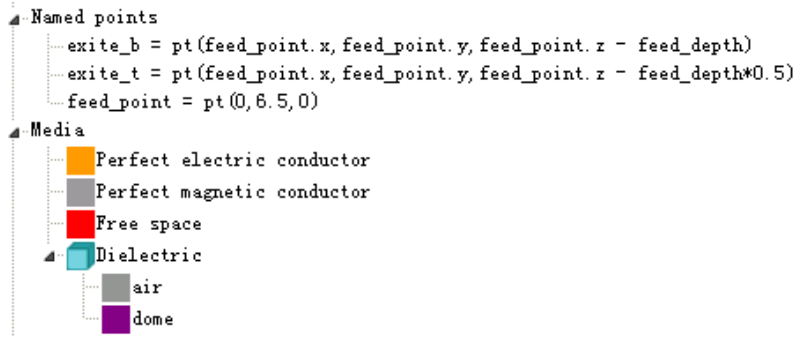
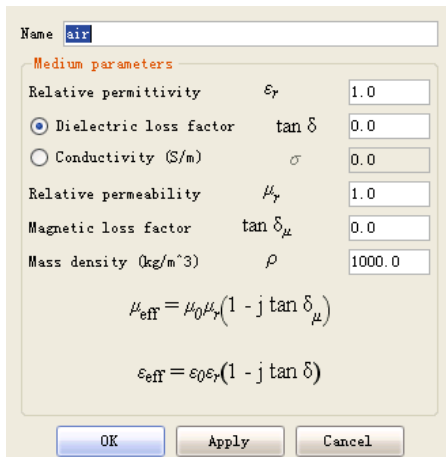
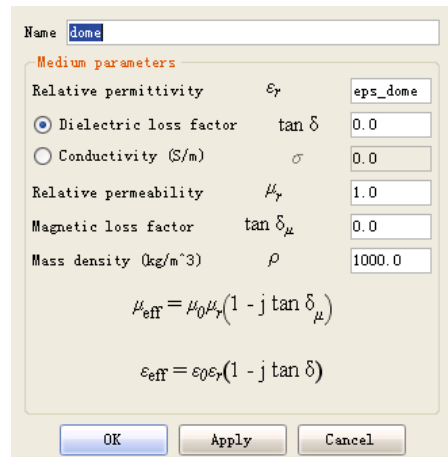

图 7-17 定义馈电点和媒质参数
图 7-18 空气的参数
图 7-19 介质参数
(2) 定义馈电点和媒质参数, 如图 7-17、图 7-18 和图 7-19 所示。